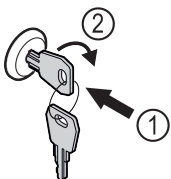

Fig. 128 Példaként szolgáló ábrázolás
- ▶ Dugja be a kulcsot Fig. 128 (1).
- ▶ Forgassa el a kulcsot 90°-kal az óramutató járásával meggegyező irányba Fig. 128 (2).